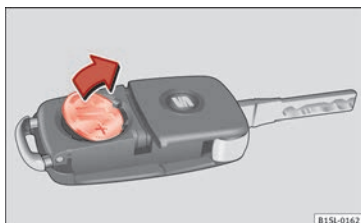

Fig. 31 Chiave del veicolo: togliere la batteria.
- Estrarre la batteria dal vano con un oggetto fino adatto »»» fig. 31.
- Posizionare la batteria nuova nel vano, premendola come indicato »»» fig. 31, in senso contrario alla freccia »»» ❷.